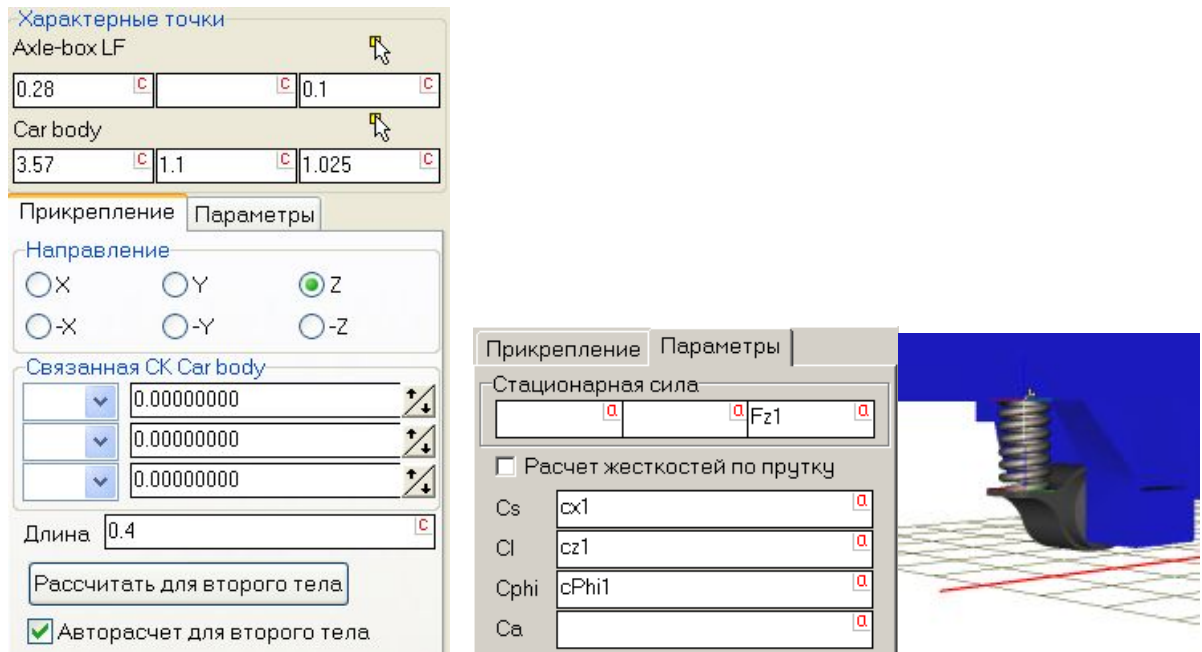

Рис. 2.21. Параметры, определяющие положение пружины и ее силовые характеристики
5. Включите автоматический расчет координат точки прикрепления пружины ко второму телу - поле **Авторасчет для второго тела**, рис.2.21, слева. В результате пружина займет свое окончательное положение в анимационном окне. Если теперь щелкнуть на кнопке **Рассчитать для второго тела**, то будут показаны координаты точки прикрепления верхнего конца пружины к кузову в системе координат кузова (3.57, 1.1, 1.025).